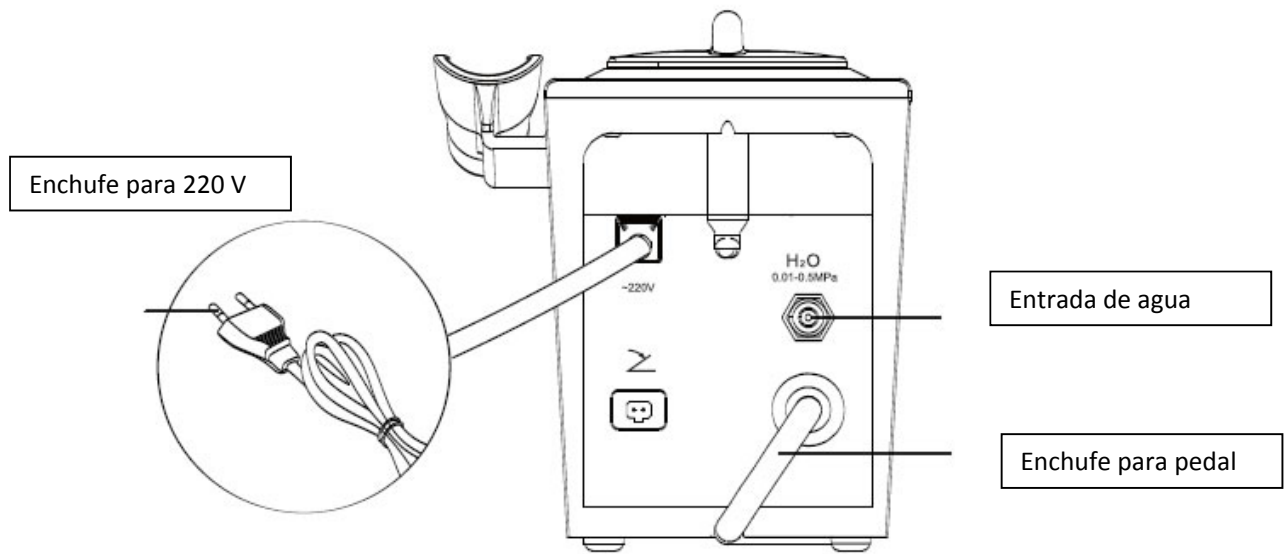

Figura 2
- 2.1.3 Introducir el enchufe del pedal a su receptor.(ver Figura 2)
- 2.1.4 Conectar el final de la manguera de agua a la entrada de agua y la otra a una fuente de agua limpia (ver figura 2).
- 2.1.6 Conectar el cable de energía a la unidad principal y energizar (ver Figura 2)